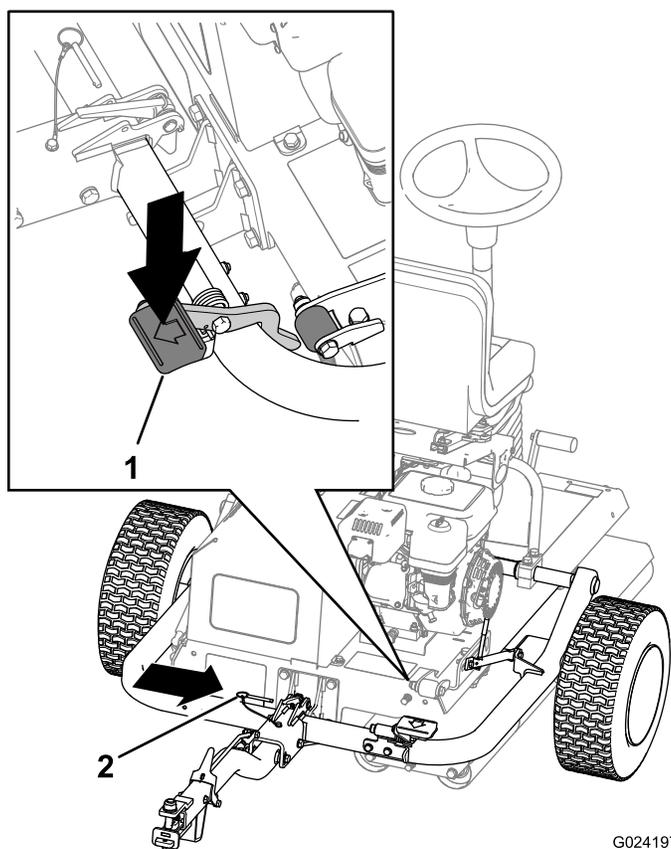

Figure 18
- C. Appuyez sur la pédale d'attelage jusqu'à ce que l'attelage se verrouille en place (Figure 18).
- D. Insérez la goupille de blocage (Figure 18).